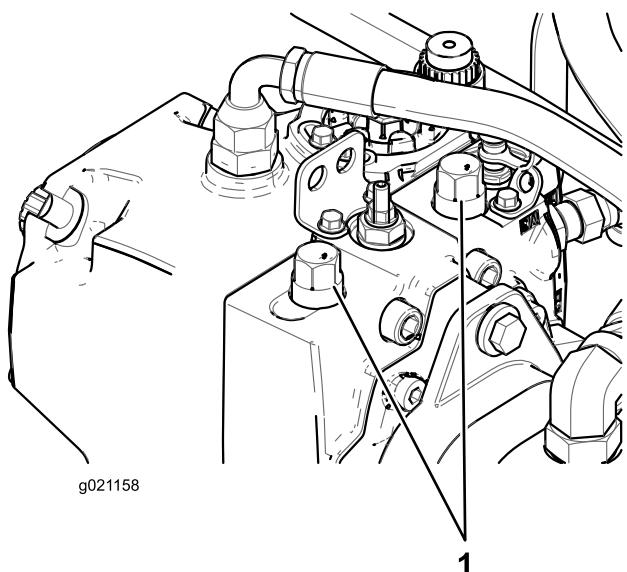

Figura 40
- Levante el capó y localice las válvulas de desvío en la bomba (Figura 40).